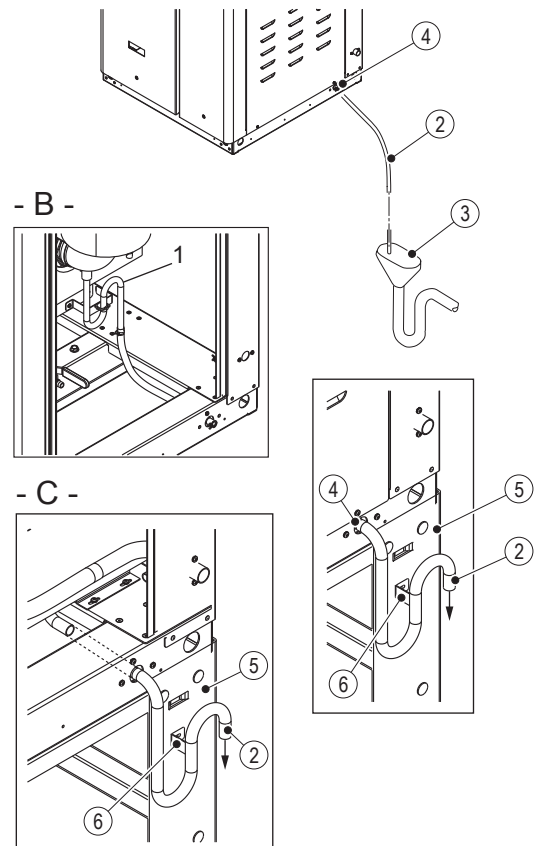

Figure 13 : Conduite d'évacuation des condensats d'échappement pour modèles CS (A - GS 23-45, B - GS 65, C - GS 90-260)
L'évacuation des condensats d'échappement doit être effectuée selon la Figure 13 à la page 33 et les codes de plomberie locaux applicables.
- Installez le tuyau d'évacuation des condensats (modèle CS uniquement) et fixez-le avec un collier de serrage – voir la Figure 13 à la page 33. Le tuyau doit être certifié pour 100 °C. Raccordez le tuyau à un dispositif de neutralisation du condensat, si le code local l'exige, avant de raccorder le tuyau à une évacuation.